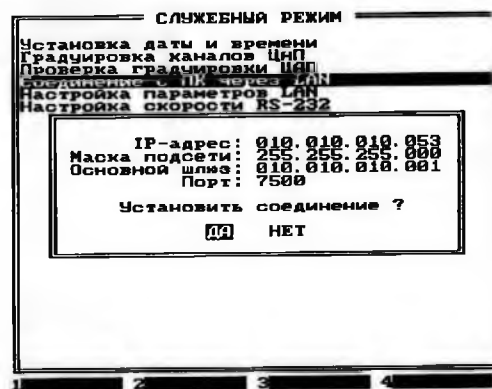
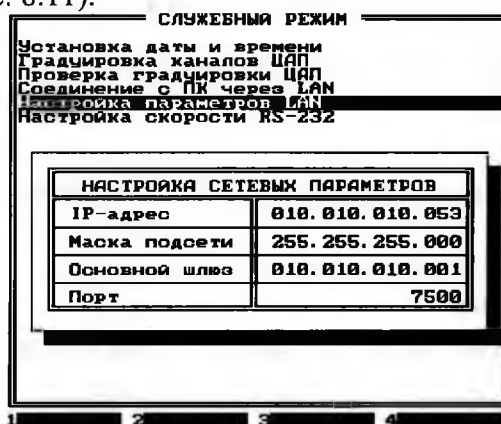

Рис. 8.10. Вид экрана прибора
Рис. 8.11 Вид экрана прибора при выборе **Настройка параметров LAN**
- проверить (рис.8.10.) и при необходимости установить сетевые настройки прибора (рис. 8.11).
Функция **Настройка параметров LAN** предназначена для согласования сетевых настроек прибора с настройками локальной сети предприятия. Задание требуемых параметров осуществляется кнопками ↑, ↓, ←, → (Рис. 8.11).